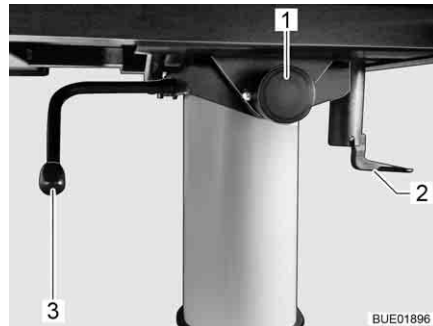

Fig. 114 Ajuste de la mesa elevadora
- Plegar hacia abajo la palanca de bloqueo (Fig. 114,2).
- Tirar el botón (Fig. 114,1) del bloqueo hacia delante y girar el tablero de la mesa hacia arriba.
- Girar la palanca (Fig. 114,3) debajo del tablero de la mesa 180° en sentido de las agujas del reloj. El mecanismo de elevación en la pata de mesa se desbloquea.
- Girar la palanca (Fig. 114,3) debajo del tablero de la mesa 180° en sentido de las agujas del reloj. El tablero de la mesa se desplaza automáticamente hacia arriba hasta el tope final.